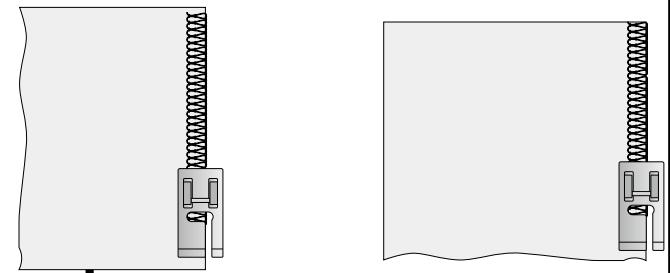
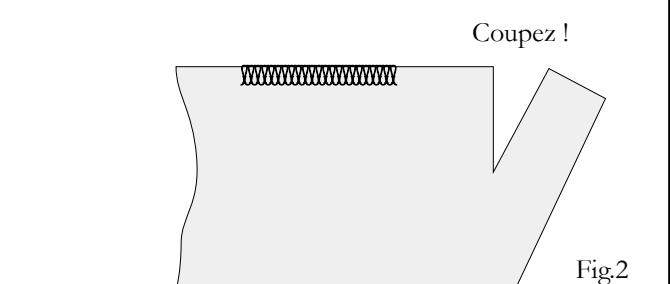

Fig.1
Fig.2
1. Retirez le convertisseur comme illustré à la figure 1.
2. Fixez le convertisseur à deux fils sur le boucleur supérieur comme indiqué dans les figures 2 et 3.
REMARQUE : *Lorsque vous avez fini, remettez la languette de point à sa place. S'il vous plaît, assurez-vous de l'insérer bien au fond comme illustré dans la figure 1. Après avoir déposé la languette de point de la machine, insérez-la fermement dans son support sur le couvercle intérieur de la machine, comme l'illustre la figure 1, ou placez-le dans le sac à accessoires.*
La coupe est réglée en usine à la largeur standard de 6 mm. Tournez le bouton à « 5 » si le tissu se pli sur les bords lorsque vous cousez. (Fig 1) Tournez le bouton à « 7 » si les boucles pendent sur le bord. (Fig.2)
3. Retournez le tissu, abaissez le pied-de-biche et commencez à coudre dans le sens contraire. Fig. 1.
REMARQUE : Lorsque vous surjetez et coupez en même temps, couper le tissu le long de la nouvelle ligne de couture sur environ 3 cm avant de retourner le tissu. Fig. 2.
1. Placez un cordon de remplissage, comme un coton au crochet, un cordon guipé, en laine, du fil à tricoter, ou du tissu élastique à fronces à l'arrière de la broche porte-bobine de la machine. Passez le cordon à travers les guides de cordon (1) et (2) puis à travers le guide-fil de l'aiguille gauche (3). Voir figure 1.
2. Insérez le cordon par le trou avant ou arrière (selon l'opération, voir les diagrammes des figures 2 et 3), dans le pied-de-biche et passez-le en dessous et à l'arrière du pied.
Pour relier les épaules ou les manches, passez le cordon à travers le trou avant en vous assurant qu'il est fixé entre les fils de l'aiguille gauche et droite étant donné qu'il est entraîné à travers le trou avant. (Fig.2).